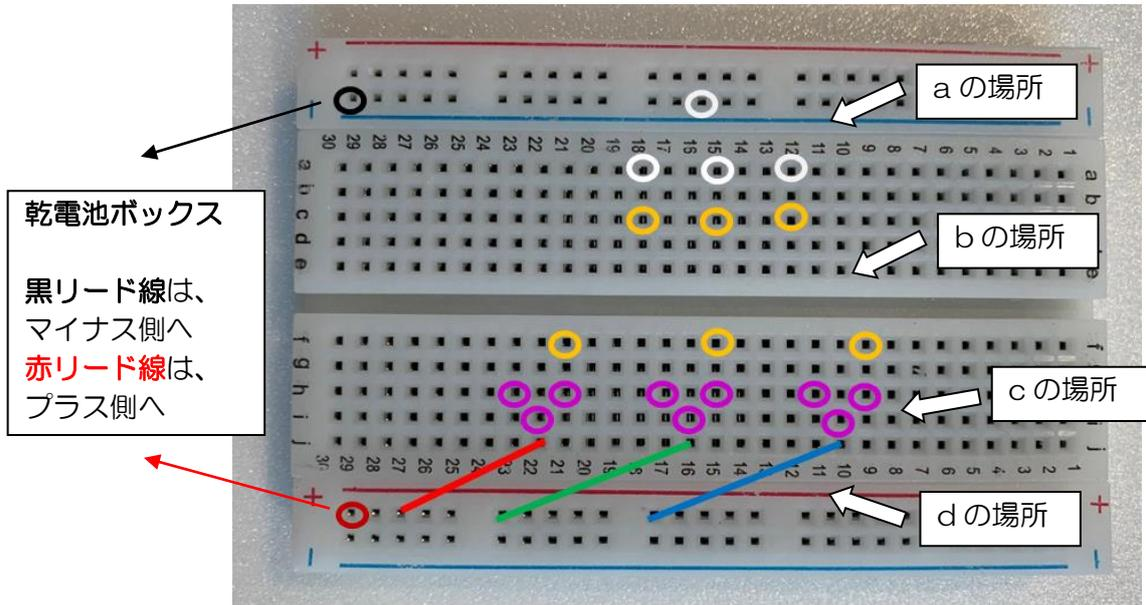

図4 配線のための写真 (ブレッドボード)
の記号fに差し込んでください。記号fに差し込むことで、回路は21番の縦方向(記号f~jまで)でつながりその間を電流が流れます。残りの2つの抵抗も図4を参考に、電流の流れ方を考えてブレッドボードに差し込んでみましょう。
例えば、図4の右側を例にして脚のはめ込む位置を図に示します。
残りの2つの半固定抵抗も、図4を参考にしてブレッドボードに差し込みましょう。
今回の回路では、ジャンプワイヤー側がプラス側になります。図4を参考に説明します。例として、一番右側の半固定抵抗をあげます。半固定抵抗の脚（ブレッドボードで下側：10番目、記号i）を使います。
この脚に電流が流れるように、ジャンプワイヤーをブレッドボードのプラス側と接続するようにしてください。ブレッドボードではプラス（赤色）と書かれている横のラインがつながっています。ここに導線（ジャンプワイヤー）をつなぐことで電流が流れます。残りの2つの半固定抵抗も、図4を参考にしてジャンプワイヤーでプラス側につないでください。
6) 最後に、乾電池ボックスに単3の乾電池（極性を間違えないように）を入れます。図4での写真の配線図では一番左側に書かれています。
こ 込んで下さい (図4 を参考にします)。でんげん